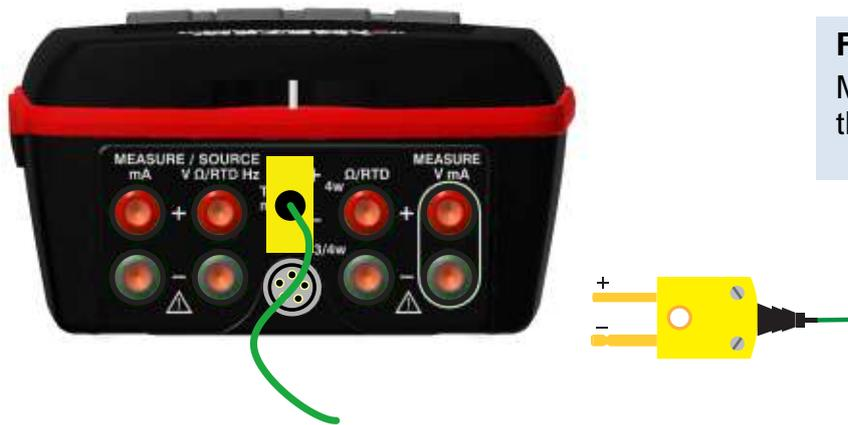

Figure 4
1. Connectez le thermocouple à une fiche mâle miniature, et insérez-la dans la prise TC entrée/sortie du calibre comme en figure 4.
6. Sélectionnez le mode de compensation de soudure froide (CJ).